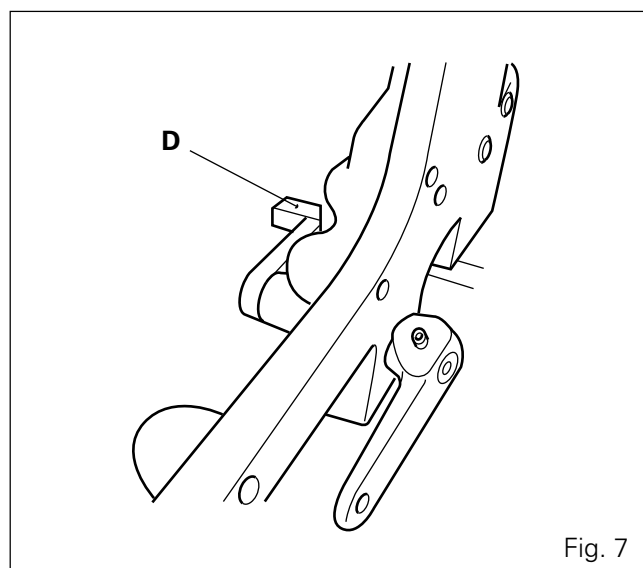

Fig. 7
26. Contrôler que le doigt de commande "D" est orienté vers l'avant (boîte avec vitesses rampantes) (Fig. 7).